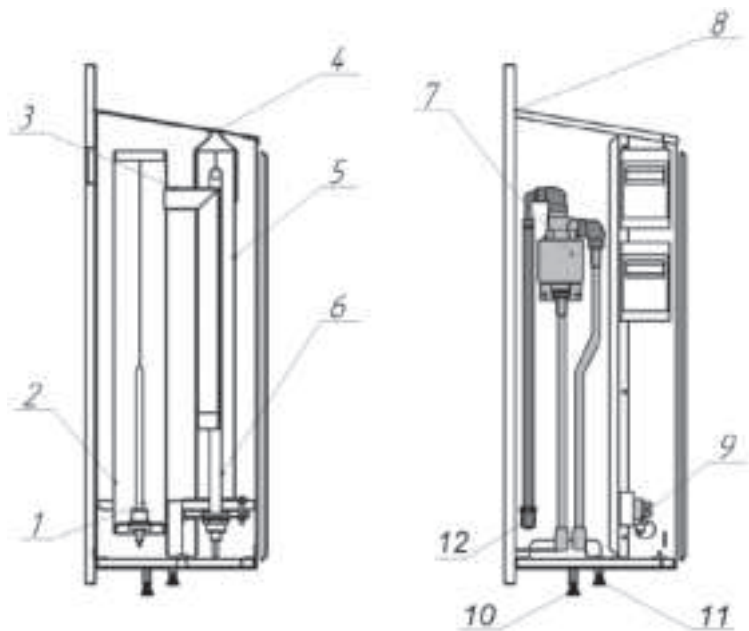
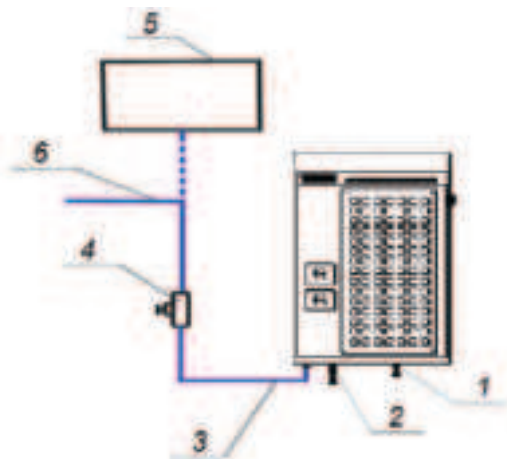

Рис. 2. Внешний вид электропечи 3/220 ; 5/ 220 в разрезе
Рис. 5
Рядом с теплоизолированной ёмкостью для воды (поз. 2, рис. 2) проходит вертикальный короб (поз. 5, рис. 2), внутри которого установлен ТЭН (поз. 6, рис. 2). Нагрев воды до состояния кипения происходит за счет нагрева ТЭНа (поз. 1, рис. 2) расположенного в ёмкости для воды. Внутри короба (поз. 5, рис. 2) имеются паропроводящие каналы (поз.3, рис. 2), по которым пар подается в нижнюю часть короба, где смешивается с воздухом, поступающим в короб снизу. За счет конвективных потоков паровоздушная смесь устремляется вверх, нагреваясь максимально до температуры 300-330 °С и выбрасывается в помещение через форсунку (поз. 4, рис. 2). Заполнение емкости и ее дальнейшее пополнение водой осуществляется в автоматическом режиме через клапан с встроенным в него вводным фильтром (поз. 7, рис. 2).
ЭГПП и ПУ соединяются термостойким кабелем соответствующего сечения, через контактные винтовые зажимы, расположенные в ПУ и ЭГПП (поз. 9, рис. 2).
1.4.7 Обеспечение ЭГПП водой осуществляется от внешней системы водоснабжения. Подача воды осуществляется через заливной шланг (поз. 12, рис. 2; поз. 3, рис. 5) и шаровой клапан (поз. 7, рис. 2), слив – через металлическую трубку с силиконовым шлангом, идущим в комплекте, и силиконовой пробкой (поз. 10, рис. 2; поз. 2, рис. 5). Металлическая трубка с силиконовой пробкой (поз. 11, рис. 2; поз. 1, рис. 5) используется для слива конденсата из конденсатосборного бачка.
2.1.2.5 Подключить ЭГПП с помощью гибкого шланга (поз. 3, рис. 5) к водопроводной сети (поз. 6, рис. 5) или накопительному баку (поз. 5, рис. 5) расположенному в смежном помещении. Рекомендуется устанавливать накопительный бак на высоте не менее 1 м от верха ЭГПП. Перед ЭГПП следует установить запорный кран (поз. 4, рис. 5). Для предотвращения образования известковых отложений, значение жесткости воды должно находиться в диапазоне от 0,5° до 5 °F. Рекомендуется использование специальной установки – деминерализатора (с обратным осмосом).
2.2.2.1 Закрыть пробку слива воды (поз.10, рис. 2) и пробку слива конденсата (поз. 11, рис. 2), открыть заливной кран (поз. 4, рис. 5)
2.2.2.4 Интенсивность кипения воды в баке парогенератора и температура нагрева паровоздушной смеси регулируются с помощью кнопок индикаторов «STEAM» и «WATER». Индикаторы указывают процентное отношение включенной мощности от 0% до 100%. Пользуясь кнопками индикаторов установите в процессе сеанса комфортный для вас температурно- влажностный режим в помещении. При низких температурах паровоздушной смеси, т.е. при низких показаниях на «STEAM», возможно образование конденсата, который будет собираться в конденсатосборном бачке, емкостью 300 мл. При его переполнении, что происходит крайне редко, (появление капель на дне ЭГПП) необходимо вынуть силиконовую пробку (поз. 1, рис. 5) и слить конденсат в подготовленную емкость.